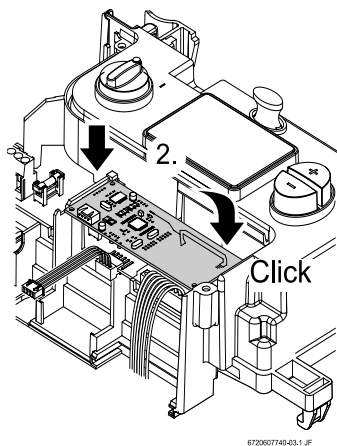

Fig. 5 *Trasmettitore PCB*
- Fissare il trasmettitore PCB come illustrato in Fig. 5.